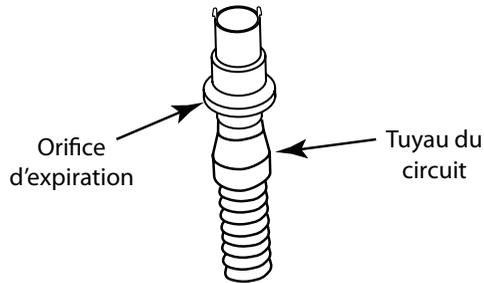

Figure 5-4 Raccordement d'un dispositif d'expiration
- B. Si votre masque est muni d'un dispositif d'expiration séparé, raccordez l'extrémité libre du tuyau au dispositif d'expiration, comme illustré à la figure 5-4. Tournez l'orifice d'expiration de façon à ce que l'air ne souffle pas en direction de votre visage.